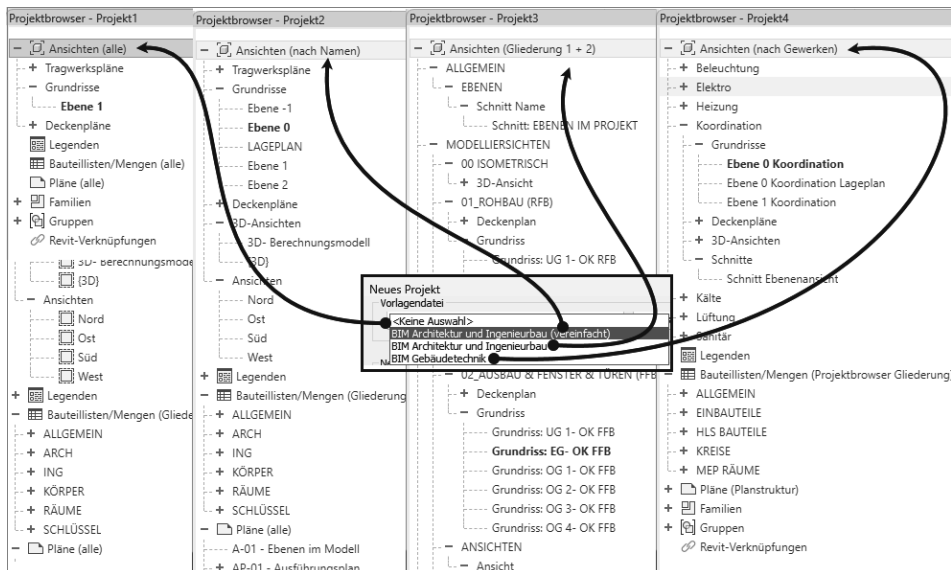

Abb. 1.7: Projektstrukturen der einzelnen Vorlagen
Zu Beginn eines neuen Projekts bzw. Modells werden Sie noch nach der Vorlagendatei gefragt. Für unsere Konstruktionen soll die Vorlage BIM ARCHITEKTUR UND INGENIEURBAU (VEREINFACHT) ③, ④ verwendet werden. Mit der Wahl der spezifischen Vorlage bestimmen Sie die gewünschte Disziplin bzw. die gewünschte logische Gliederung in verschiedene Gewerke (Abbildung 1.7).
Mit der Abkürzung BIM (Building Information Model) soll darauf hingewiesen werden, dass es sich hier nicht nur um Konstruktionszeichnungen für einzelne Geschosse handelt, sondern um komplexe miteinander verknüpfte Projektdateien, die auch sofortige Auswertungen von Mengen, Massen und Volumina der konstruierten Bauelemente erlauben. Die verschiedenen Vorlagen unterscheiden sich in der Projektstruktur und der Sichtbarkeit der verschiedenen Elemente (Abbildung 1.7).